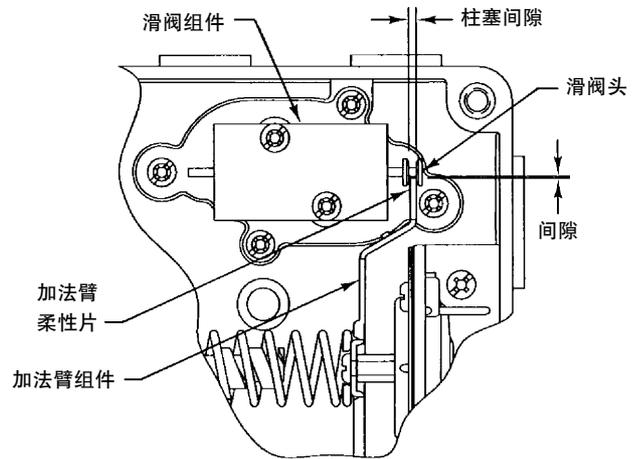

图17. 滑阀和加法臂
见图17，在安装滑阀器应确保滑阀头与加法杆的末端接触良好。
5. 图17标出了滑阀在作用块上的位置。在确认从滑阀阀体伸出的滑阀元件与加法臂接触良好后，拧上把滑阀固定在作用块上的螺钉 (件号3)，但不要拧紧。